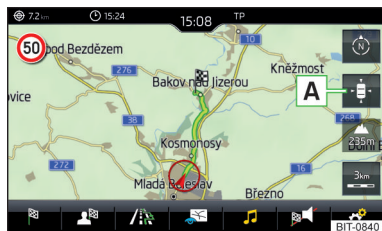

Fig. 184
► Per la **centrata della cartina** toccare il tasto funzione **A** » fig. 184.